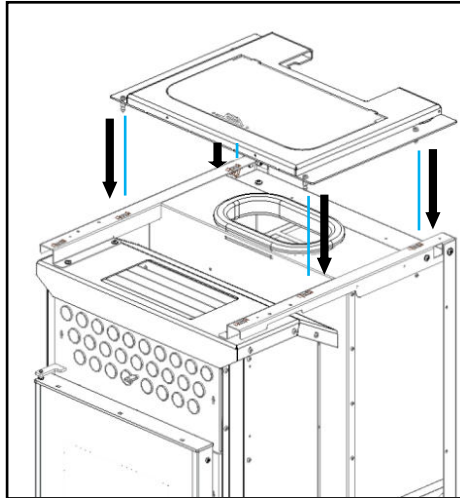

Figura 99 – Colocação do tampo superior
a) Colocar o tampo superior como demonstra a Figura 99. Para garantir que o tampo fica devidamente colocado, este contém quatro pinos na parte inferior que devem encaixar nas molas que se encontram na estrutura.